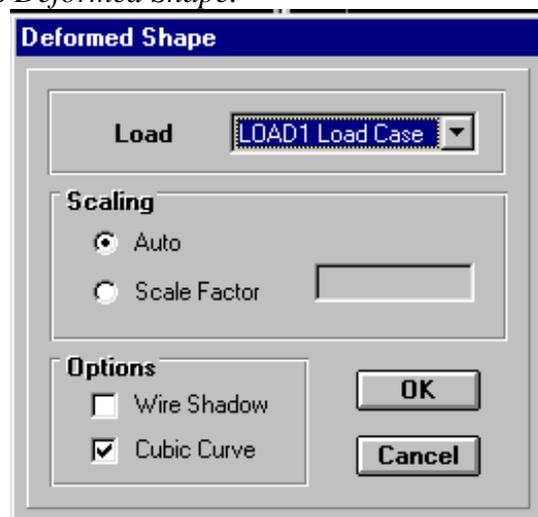

Figura 24 - Deformed shape.
- Cliccare su *File Name*. Compare una finestra di dialogo dove è possibile assegnare la posizione del file di testo e il nome. Il nome verrà riportato affianco come indicato in figura 24.